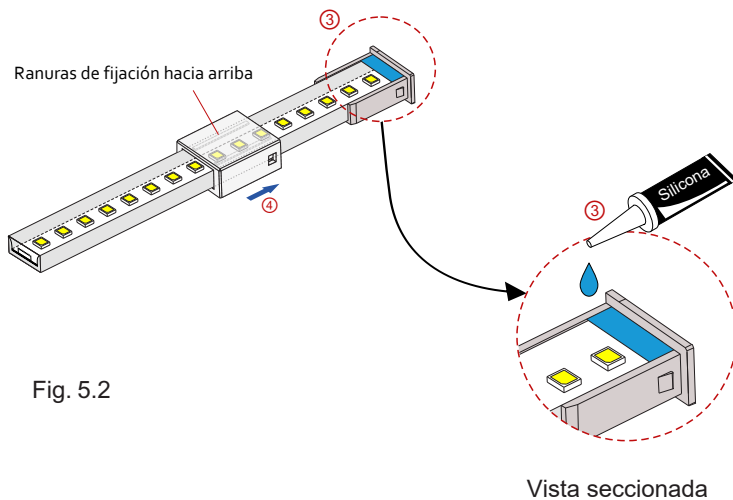

Fig. 5.2
- Fig. 5.2 — Inserte correctamente el pegamento adhesivo de silicona y para conseguir estanqueidad IP65.